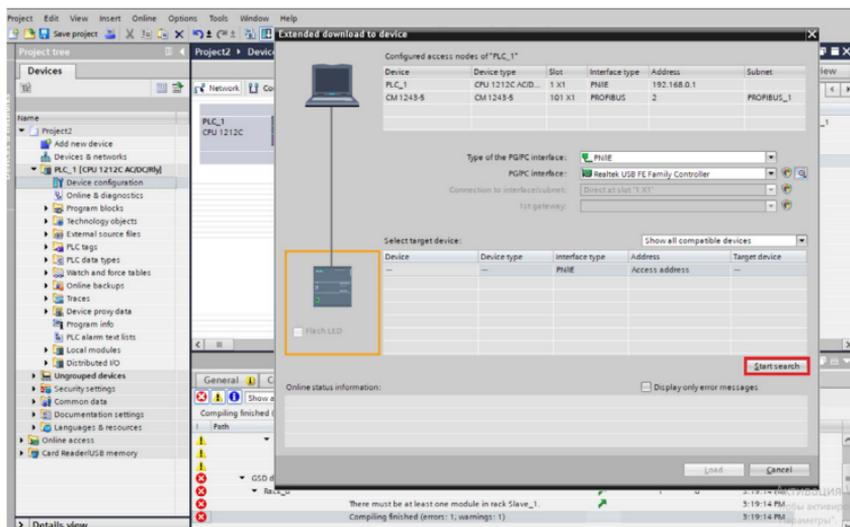

Рисунок 4.15 – Окно загрузки в ПЛК
10) Вернитесь в рабочее поле «Network view» и при помощи курсора мыши соедините «PLC_1» и «Slave_1», как показано на рисунке 4.14. После чего нажмите кнопку «Compile» на панели инструментов, после этого - «Download to device», откроется новое окно (рисунок 4.15). В этом же окне нажать кнопку «Start search» для соединения между ПК и ПЛК.